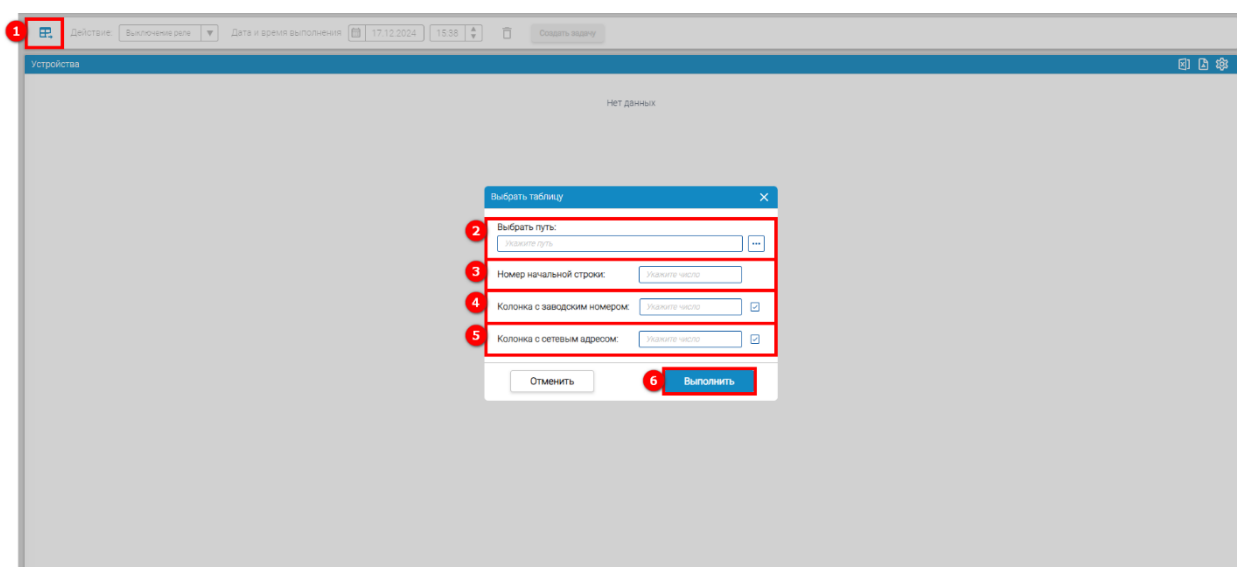

Рисунок 122 – Отключение абонентов
Для отключения или подключения абонентов к электроэнергии по заданному списку необходимо в левом верхнем углу нажать кнопку  (1) (см. рисунок 122), далее в открывшемся окне указать путь к файлу (2), номер начальной строки, с которой будет осуществлен импорт устройств (3), а также поставить отметку и указать номер колонки с заводским номером (4) и/или с сетевым адресом (5). Затем нажимаем кнопку **Выполнить** (6).